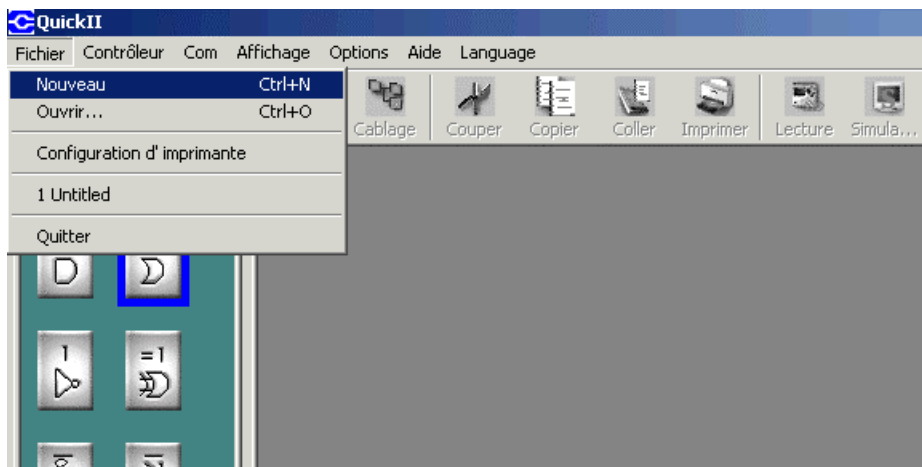

Fig. 4.1
1. Cliquez sur le menu <Fichier> <Nouveau> de la barre des menus pour ouvrir un nouveau fichier (figure 4.1) ou cliquez sur l'icône <Nouveau> dans la barre d'outils.
Après le lancement de Quick II cliquez sur le menu <Fichier> <Ouvrir> de la barre des menus pour ouvrir un fichier déjà existant (fig. 4.1) ou utilisez la sélection rapide en cliquant sur l'icône <Ouvrir> dans la barre d'outils.